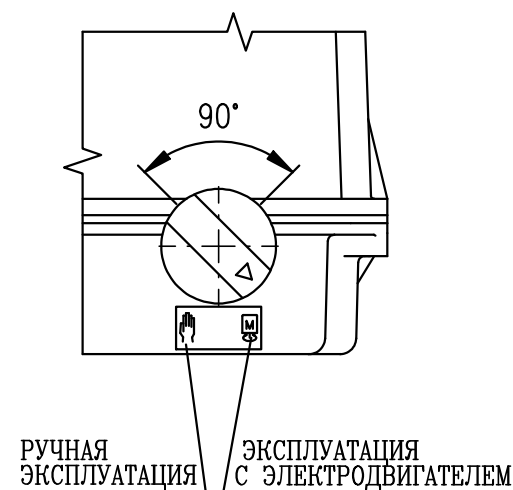

Рис. 9
- поверните кнопкой расцепления передачи о 90° (рис. 9, стрелка на кнопке показывает на символ руки), передача расцепляется